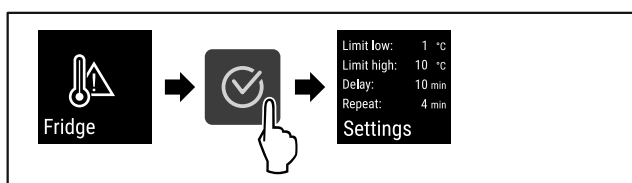

Fig. 136
- ▶ Провести етапи операцій (див. Fig. 136) .